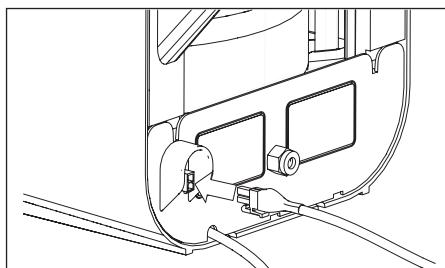

Abb. 7.4 Kabel am Verbindungsstecker des Boilers anschließen
9. Schließen Sie das aus dem HotSpot Titanium 3-in-1-Wasserhahn austretende Kabel an den Verbindungsstecker auf der Rückseite des Boilers an (Haken nach unten) (**siehe Abb. 7.4**).